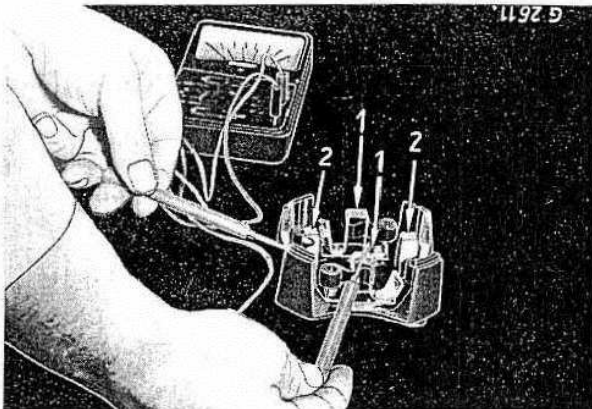

Bild 22
Mit einem Prüfgerät oder mit einer Prüflampe 40 Volt Wechselspannung die Isolation der Bürstenhalter (1) Bild 22 prüfen. Die Lampe darf nicht aufleuchten. Das Ohmmeter muß eine "unendliche" Anzeige haben. Der Lagerflansch muß bei der Prüfung trocken und frei von Kohlbürstenabrieb sein.